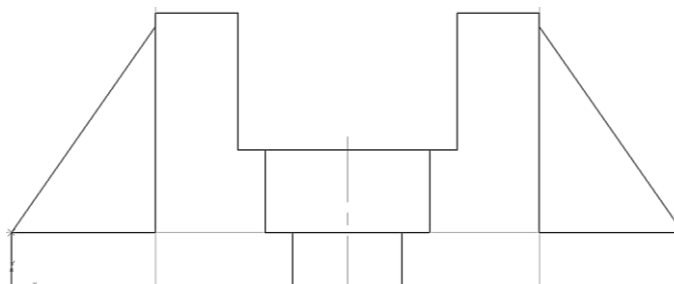

Рис. 116. Построение ребра жесткости
8.2 Таким же образом постройте отрезок справа. При вводе угла наклона используйте отрицательное значение  $-55^\circ$  (рис. 116).